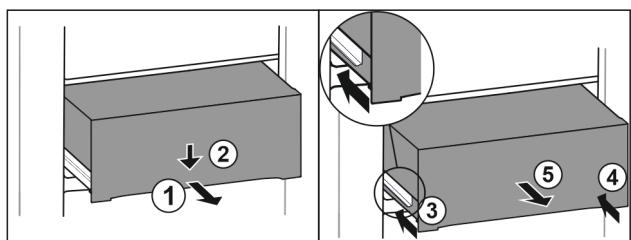

Fig. 125
- Изтеглете чекмеджето наполовина. Fig. 125 (1)
- Натиснете надолу чекмеджето от предната страна. Fig. 125 (2)
- Вкарайте лявата релса приблизително 2 см навътре. Fig. 125 (3)
- Вкарайте дясната релса приблизително 2 см навътре. Fig. 125 (4)
- Извадете чекмеджето напред. Fig. 125 (5)